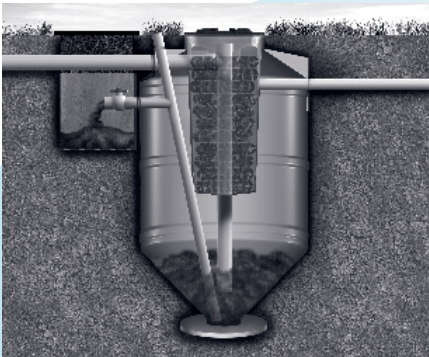

Figura 7
- A** La primera extracción de barros (lodos) estabilizados debe realizarse a los 12 meses de la fecha de inicio de utilización, de esta forma será posible estimar el intervalo necesario entre las operaciones, de acuerdo con el volumen de barros (lodos) acumulados en el biodigestor. Ejemplo: si el volumen del barro (lodo) extraído fue menor que la capacidad de la cámara de extracción de barros (lodos) (abajo de la válvula), aumentar el intervalo entre las extracciones; caso contrario, si es mayor o igual, disminuir el intervalo. (Figura 7 y 8).